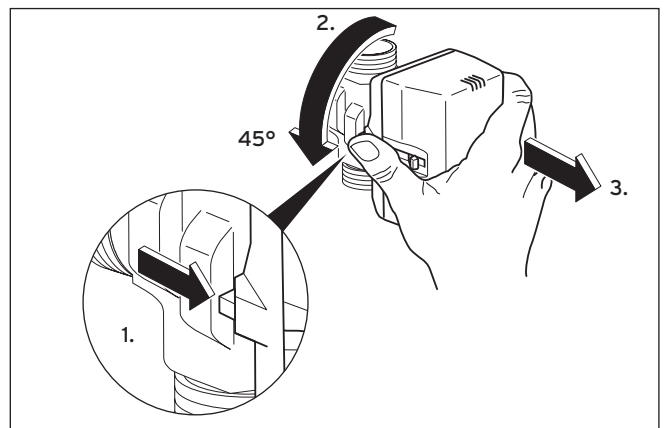

Fig. 5.6 Retrait du carter moteur du mélangeur d'eau glycolée
- Retirez le carter moteur du corps de vanne du mélangeur d'eau glycolée (cf. fig. 5.6) :